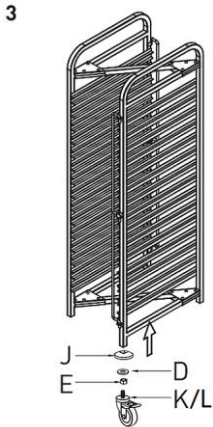

Fig. 3
3. Instale las 4 ruedas pivotantes (**K**) y (**L**) en los paneles laterales. Coloque 1 tuerca (**E**), 1 arandela (**D**), 1 tope (**J**) en las ruedas pivotantes y atorníllelos en el tubo cuadrado de las partes laterales (fig. 3).